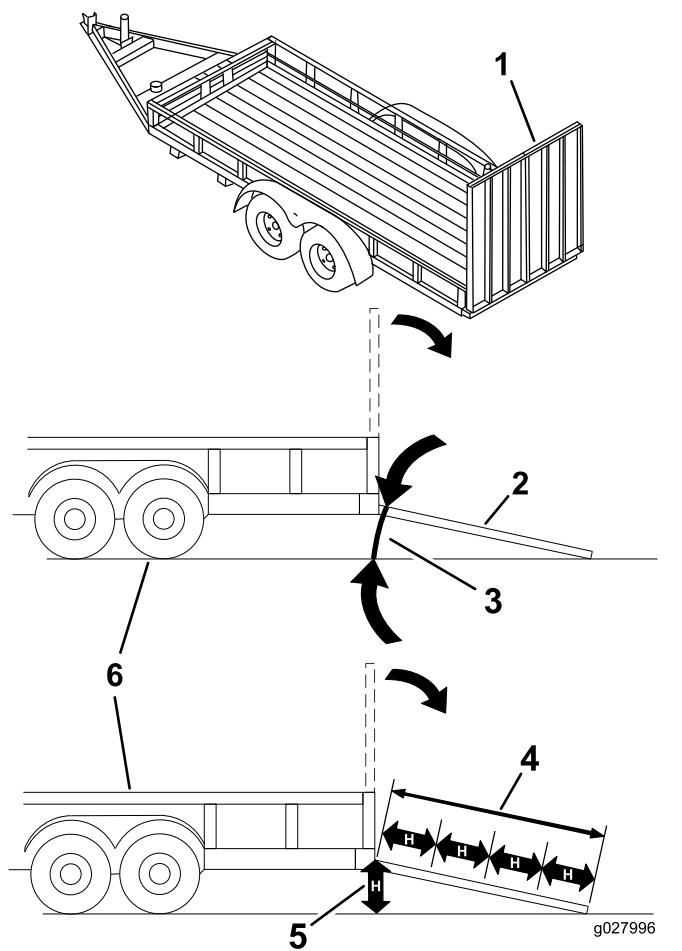

Figura 32
Încărcarea unei maini pe o remorcă sau un camion crește riscul de răsturnare și poate cauza răni grave sau moartea (Figura 32).
3. Coborâi rampa, asigurându-vă că unghiul dintre rampă i sol nu depășete 15 grade (Figura 32).
1. Coborâi rampa, asigurându-vă că unghiul dintre rampă i sol nu depășete 15 grade (Figura 32).